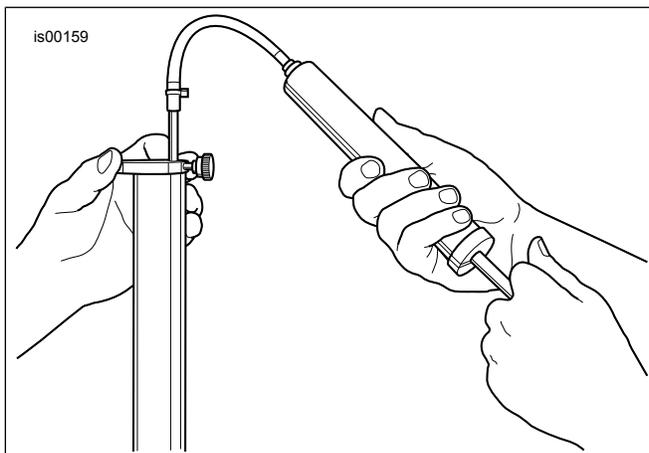

Figura 6. Remoção do excesso de óleo do garfo
- d. Veja a Figura 6. Insira a vareta no topo do tubo do garfo até que o anel de metal se apóie niveladamente no topo do tubo do garfo, e o tubo externo do garfo esteja empurrado totalmente para baixo.